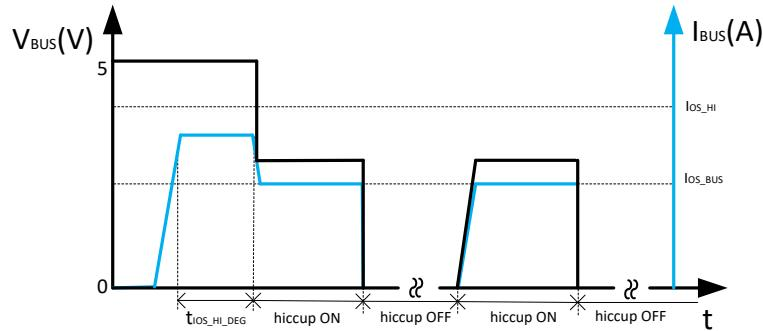

图 10-6. 总线过流保护
- 第二种情况是负载电流增加至高于  $I_{OS\_BUS}$ ，但低于  $I_{OS\_HI}$  设置值。该器件允许 USB 端口在  $t_{IOS\_HI\_DEG}$  时间内输出这么大的电流，而不会将 USB 端口电流限制为  $I_{OS\_BUS}$ 。在经过  $t_{IOS\_HI\_DEG}$  抗尖峰脉冲时间之后，器件会将输出电流限制在  $I_{OS\_BUS}$  并在恒定电流限制模式下工作。如果负载需要大于  $I_{OS\_BUS}$  的电流，则对于电阻负载，USB 输出电压会降至  $I_{OS\_BUS} \times R_{LOAD}$ ，如图 10-6 所示。如果过流限制条件持续时间超过 4.1ms，则相应的 USB 通道进入断续模式，关断时间为 524ms，导通时间为 4.1ms。另一个 USB 通道仍然正常工作。